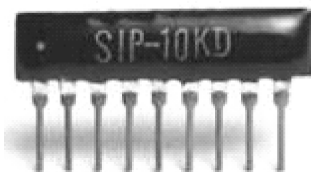

图 2-22 示意图
3) 高精密网络电阻。如图 2-22 所示是高精密网络电阻实物图。